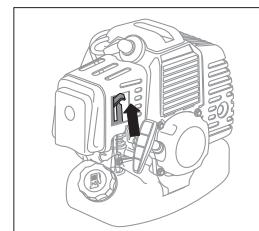

fig. 9
4. Poziționați maneta clapetei de aer în poziția de sus - | / "Închis" (fig. 9).
7. Poziționați maneta clapetei de aer (fig. 9) în poziția din mijloc.